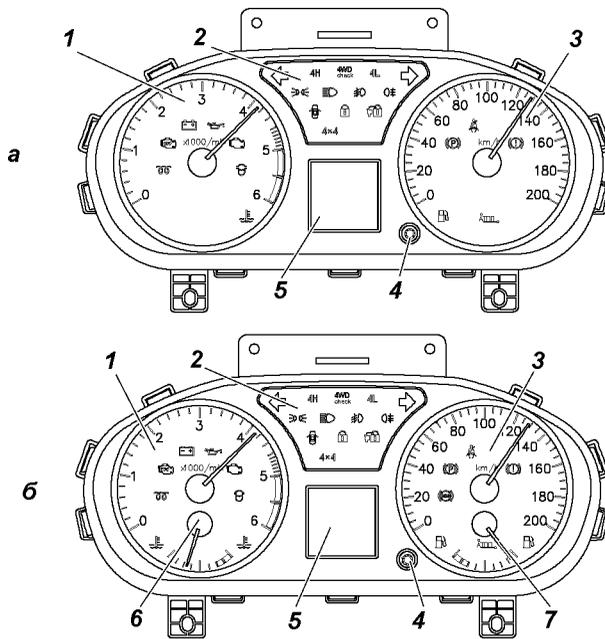

Рис. 3.5. Комбинация приборов (наименование позиций см. в тексте):
**5** -комбинация приборов (рис. 3.5).
На рис. 3.5 изображена комбинация приборов.